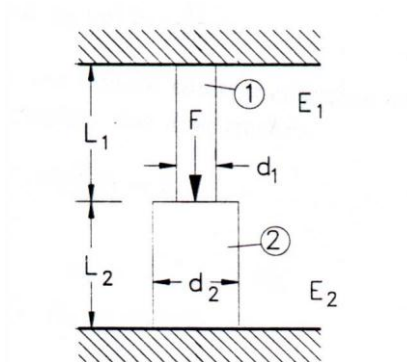

Figura 4
4) Determinar as forças normais ( $N_1$  e  $N_2$ ) atuantes em cada uma das partes da coluna bi-engastada mostrada na figura 4 e sujeita a uma força  $F = 1 \text{ kN}$ . As seções transversais das barras são circulares com diâmetros  $d_1 = 50 \text{ mm}$  e  $d_2 = 125 \text{ mm}$ . Considere, também,  $L_1 = 300 \text{ mm}$ ,  $L_2 = 400 \text{ mm}$  e  $E_1 = 1,5E_2$ .